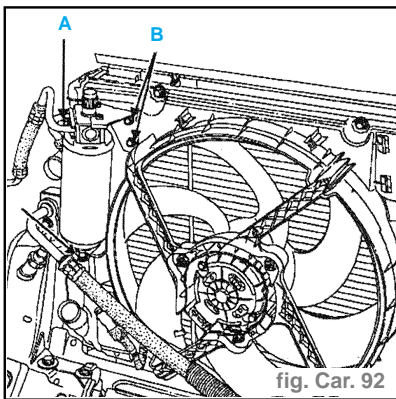

fig. Car. 92
- Déposer la vis de fixation des tuyaux sur la bouteille déshydratante (A). (fig. Car. 92).